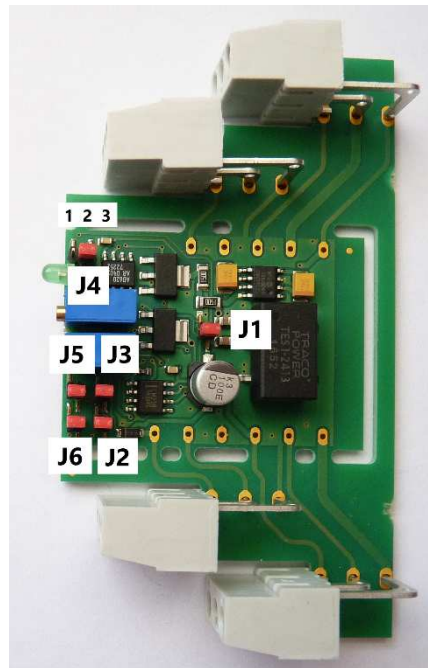

Рис. 5. Размещение клемм на доске преобразователя
Преобразователь присоединяют в зависимости от того, если будут применять выход по напряжению или по току, см. рис. 3 и рис. 4. Можно применять и оба выхода одновременно с помощью потенциометров „ZERO“ и „GAIN“, однако точно можно наладить только один из них. При подключении датчика силы не рекомендуется удлинять подводной кабель, поскольку этим понижается точность. Если кабель должен быть удлинён, то потом надо применить экранированный кабель с большим сечением, хотя бы 0,14 мм². Соединение рекомендуем провести пайкой, а не клеммами или коннектором. Выходной сигнал рекомендуем вести экранированным кабелем, особенно, если кабель должен быть длиннее, чем 3 м. Преобразователь поставляется с взаимно соединённым питательным и сигнальным заземлением, т.е. соединительный зажим J1 взаимно соединён (рис. 5). Эту конфигурацию рекомендует сохранить, так как в большинстве случаев она (конфигурация) подходит. В случае, если по какой-то причине, например из-за подавления помех, надо гальваническим способом отделить заземление питания и сигнала, то потом зажим J1 надо отстранить. Однако предупреждаем, что само удаление J1 обычно проблему подавления помех не решит, часто даже ухудшит. Надо применить и другие технические способы, например, скрыть преобразователь в цельнометаллический кожух, дополнительное экранирование кабелей и т. п. Более подробную информацию о проблеме подавления помех можно прочитать на страницах изготовителя, в части ДОКУМЕНТЫ.
На преобразователе можно установить 3 выходы напряжения и 2 выходы тока, однако надо учитывать и чувствительность присоединённого датчика. Конфигурация выполняется при помощи клемм J2, J3 и J4, которые расположены на печатной перемычке. Перед началом конфигурации надо печатную перемычку вытянуть из кожуха – кожух надо отворить с помощью маленькой отвёртки. Схема размещения клемм находится на рис. 5, их установка в табл. 1. Клеммы J2 и J3 простые, могут быть всунутыми (ON) или устранены (OFF). Клемма J4 имеет функцию переключателя, всегда должна быть всунута или высунута. Нельзя её устранить, преобразователь в таком случае не будет работать.
Преобразователь имеет встроенный активный фильтр 2-ого ряда с характеристикой „Butterworth“ и позволяет настроить 2 частотных диапазона: 20 Гц и 1000 Гц. Обычно мы рекомендуем применять диапазон частоты 20 Гц, который обеспечивает более стабильный выходной сигнал. Частотный диапазон 1000 Гц подходящий тогда, когда требуется быстрая реакция преобразователя, например если он применён в обратной связи контура регулирования. Размещение клемм J5 и J6 видно на рис. 5, конфигурация в табл. 2.